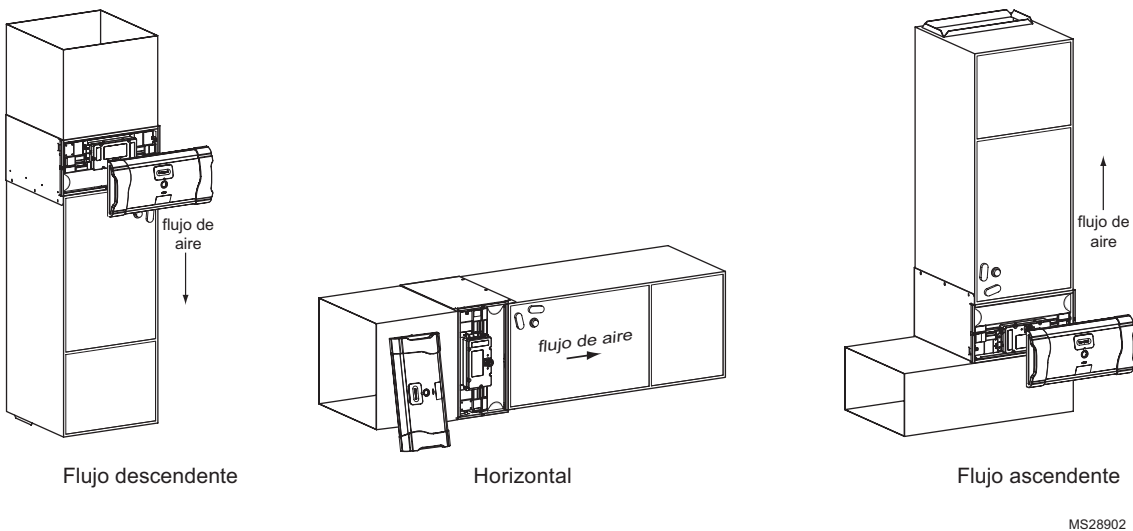
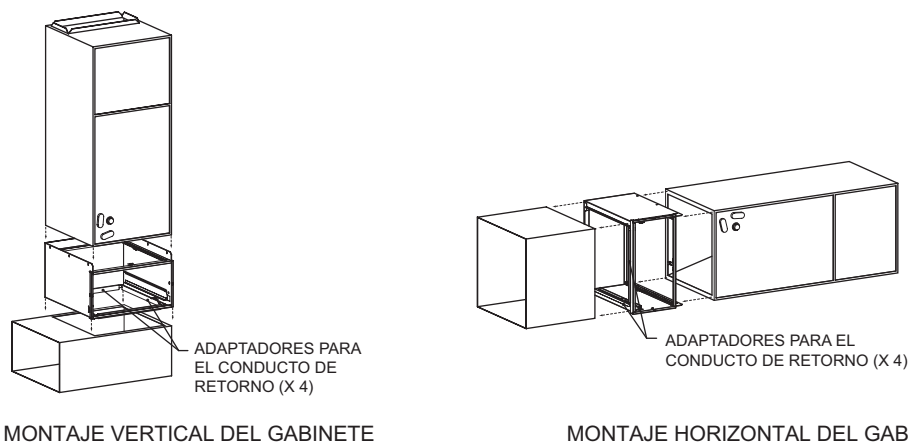

Fig. 4. Orientación del gabinete para los modelos FH8000A.
Fig. 5. Orientación de los modelos FH8000A para controladores de aire.
- Identifique una orientación de montaje para el limpiador de aire mejorado Honeywell en el conducto de aire de retorno (ver Fig. 4).
- Coloque el gabinete entre el controlador de aire y el conducto de aire de retorno (ver Fig. 4 en la página 7 y Fig. 5). Es posible que necesite un conducto de transición.